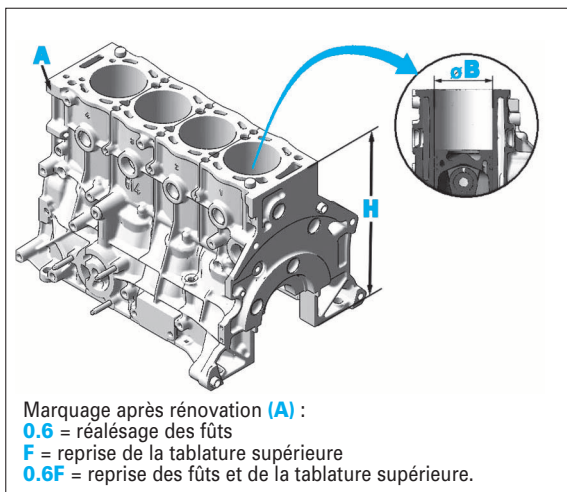

FIG. 7
Hauteur nominale (H) (Fig.7) : 303 ± 0,05 mm.